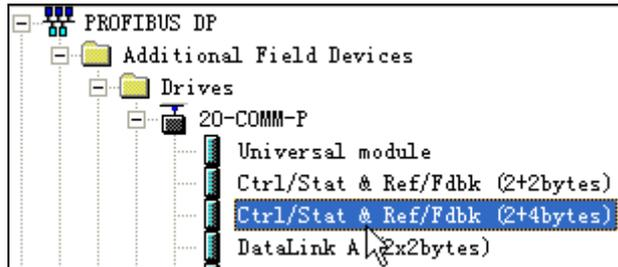

图 3-15 添加“Ctrl/Stat & Ref/Fdbk (2+4bytes)”
(4) 选中 1 号槽之后，双击 20-COMM-P 下的“Ctrl/Stat & Ref/Fdbk (2+4bytes)”，如图 3-15 所示。其含义为：控制输出/状态反馈输入各 2 个字节，速度给定输出/速度反馈输入各 4 个字节。因为变频器 PowerFlex753 的速度基准是 32 位的，所以这里选择“2+4bytes”，而不选择“2+2bytes”。